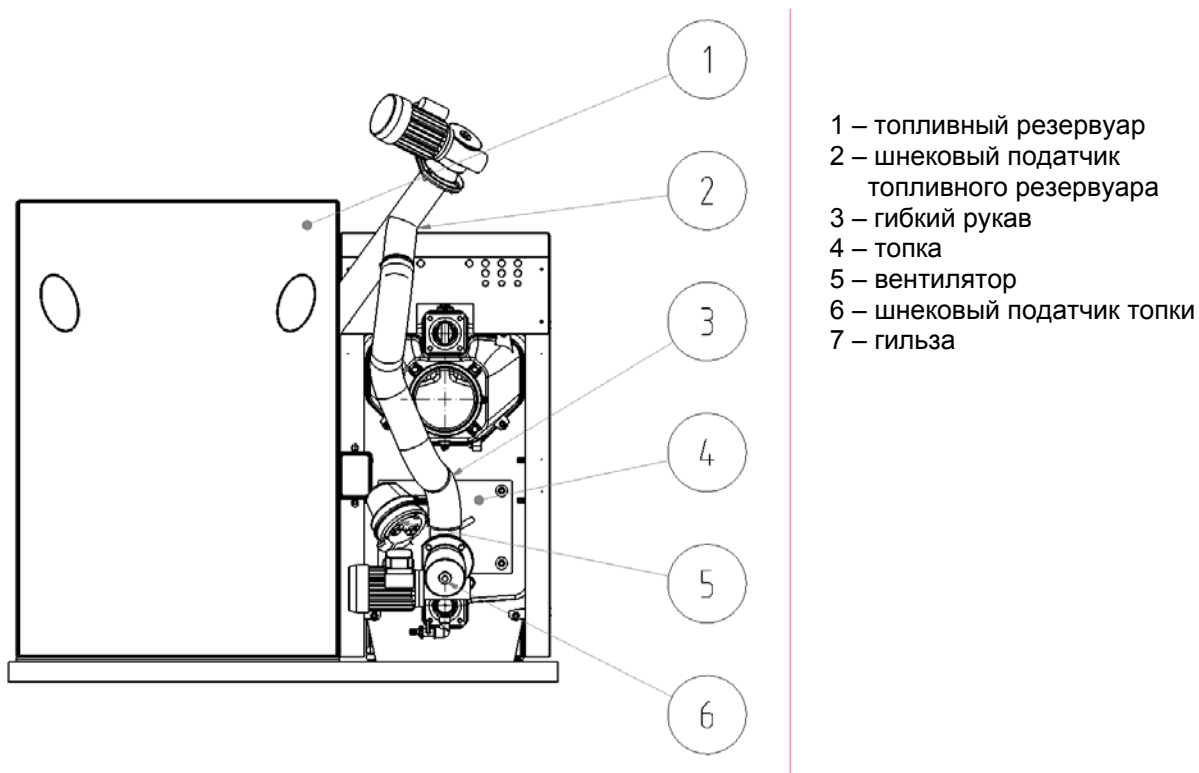

Рис. 17 Монтаж путей подачи топлива VIADRUS HERCULES ECO
1. Топливный резервуар разместить на требуемом месте около котла (см. Рис. 3 и 6). Через отверстие в боку резервуара просунуть шнековый податчик резервуара. Шнековый транспортер топки соединить с транспортером резервуара гибким шлангом. Шланг на обоих концах закрепить обжимными кольцами (см. рис. 17). **ВНИМАНИЕ! Шнековый транспортер топлива должен быть установлен так, чтобы был обеспечен достаточный наклон гибкого рукава для свободного пропадаания пеллет на шнековый транспортер топки и не происходило забивание рукава пеллетами.**